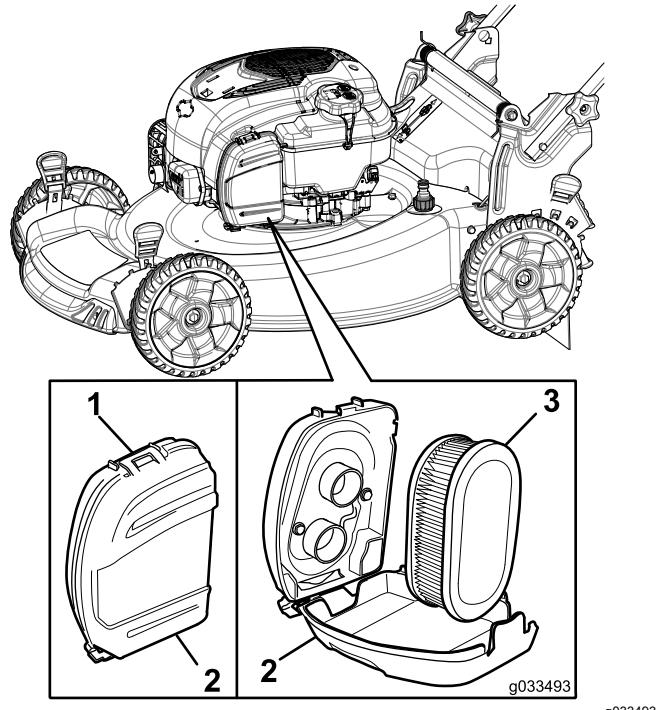

Bild 30
1. Lösen Sie das Oberteil der Luftfilterabdeckung (Bild 30).
2. Entfernen Sie den Luftfilter (Bild 30).